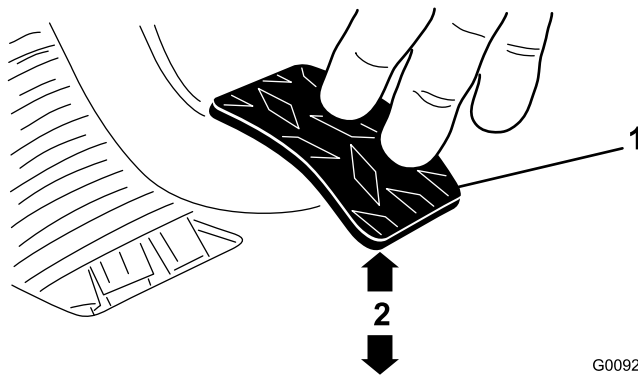

图 62
- 3. 调节锁紧螺母或球窝接头直至当向踏板施加 1.8kg 的力时离合器踏板后边缘到菱形花纹底板顶部的距离达到 9.29.8cm 的空隙图 62。